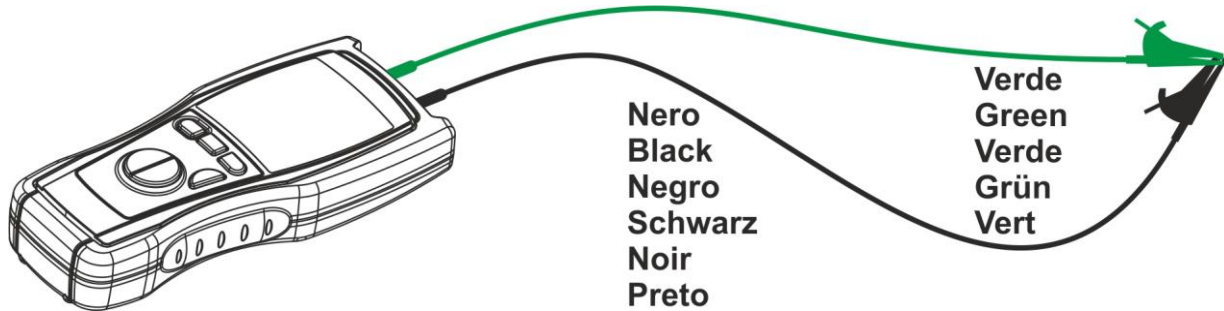

Fig. 6: Conexión de los terminales durante el procedimiento de calibración
2. Cortocircuite entre ellos los extremos de los cables de medida (vedi Fig. 6) prestando atención que las partes metálicas de las puntas o de los cocodrilos hagan buen contacto entre ellos